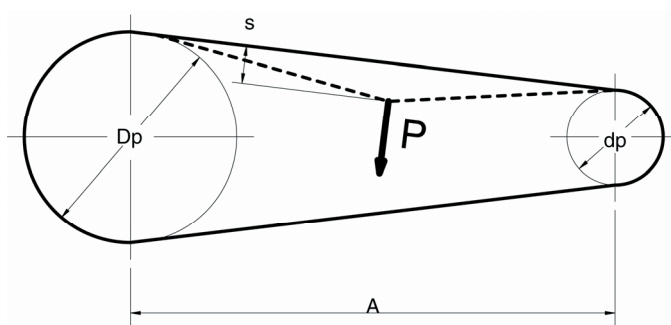

Рис. 26 Прогиб клиновидного ремня
1. Измерить расстояние между осями дисков (размер А рис.26).
2. Измерить силу Р, необходимую, чтобы прогнуть ремень на S=16 мм на каждый погонный метр расстояния между осями, приблизительно посередине расстояния между осями (рис.26).
Новые ремни следует натянуть таким образом, чтобы требуемая сила P (рис. 26) как можно больше совпадала со значением P , указанным в таблице 16.